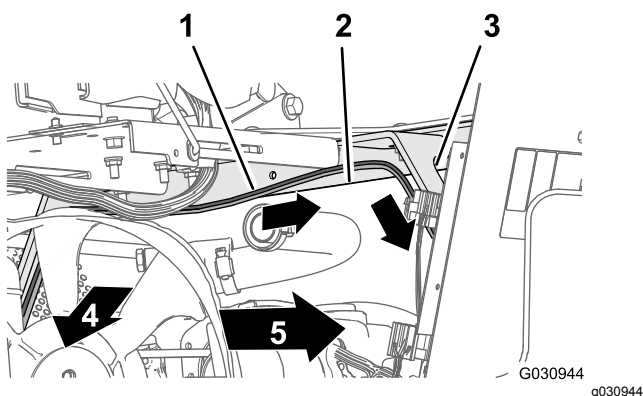

Figure 115
2. Acheminez la branche de 108 cm du faisceau transversalement à l'angle du boîtier du siège et vers le bas le long du support gauche du carénage du moteur Figure 115.